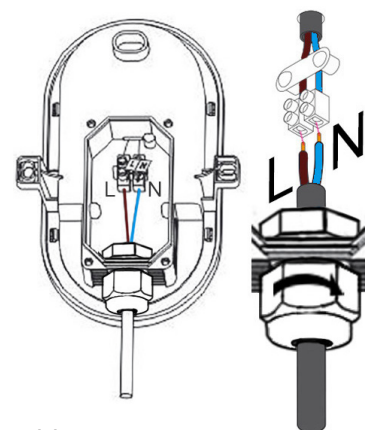

Bild 3
**Bild 3:** Die Zuleitung lt. gesetzlicher Richtlinien vorbereiten. Das Kabel durch die Kabelverschraubung schieben und durch Anziehen der Überwurfmutter abdichten. Das Kabel lt. Kennzeichnung anschließen.